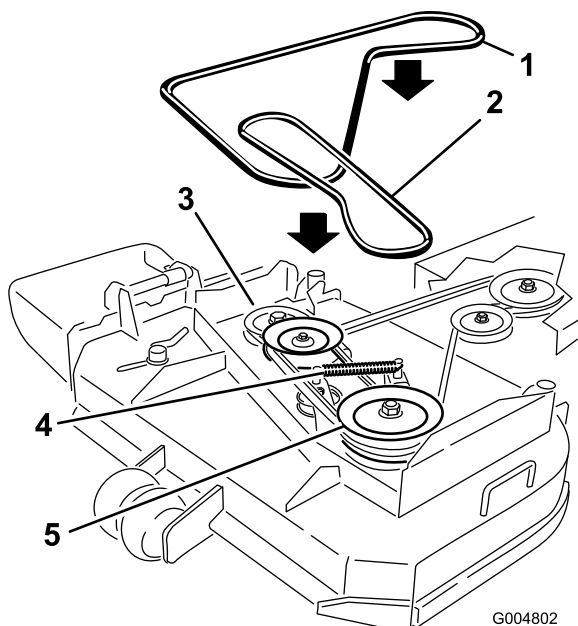

Figura 38
6. Desconecte el muelle del brazo tensor para aliviar la tensión de dicho brazo y de la polea tensora; retire la correa del cortacésped desgastada (Figura 38).
7. Instale la nueva correa del cortacésped alrededor de las dos poleas de eje exteriores, la polea tensora y en la ranura inferior de la polea de eje doble (Figura 38).
8. Conecte el muelle al brazo tensor (Figura 38).
10. Ajuste la guía a 3 mm de la correa (Figura 38).